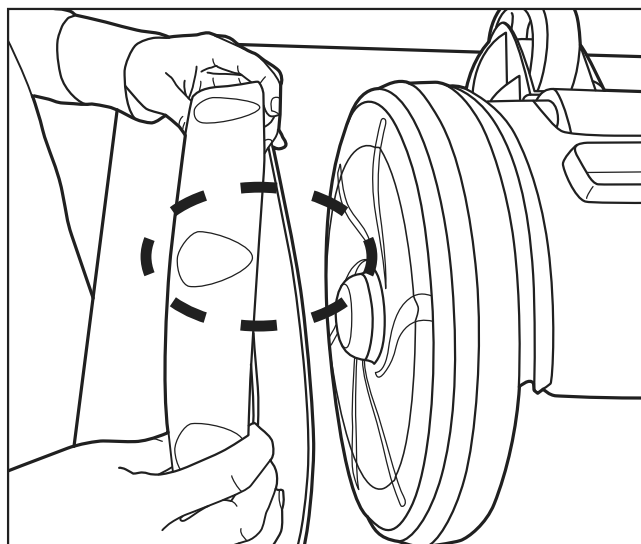

Figure 19. Alignement du pneu de remplacement
3. Pour remplacer le pneu, positionner le nouveau pneu sur la roue en s'assurant de l'aligner de manière à ce que la bande de roulement soit sur le côté extérieur de la roue. Voir la figure 19.